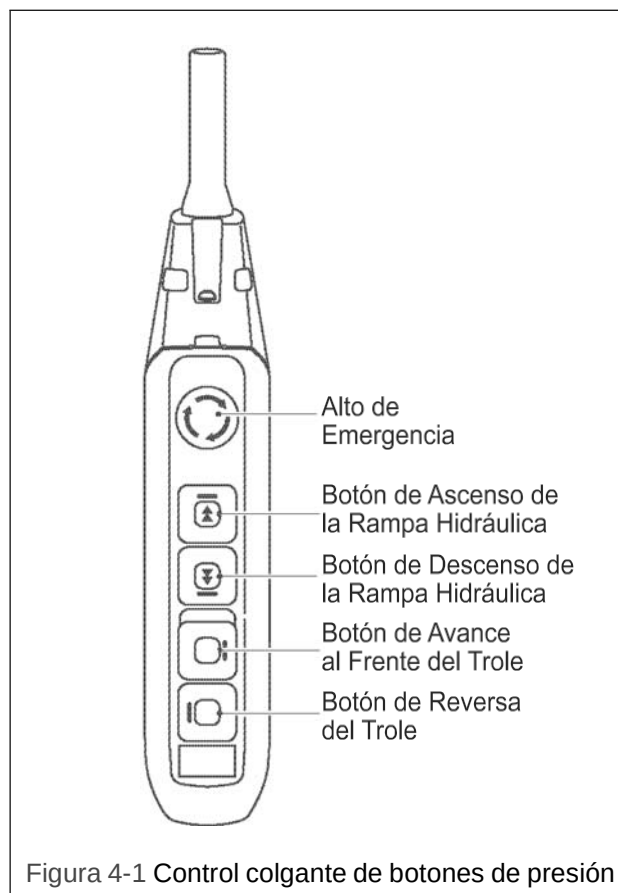

Figura 4-1 Control colgante de botones de presión
- 4.3.1 Botón de paro de emergencia – Oprima el botón de paro de emergencia para efectuar un paro de ese tipo y bloquear los controles de movimiento del polipasto/tecle de cadena o restablecer el VFD como se muestra en la Figura 4-1. Gire el botón de paro de emergencia a la derecha para desbloquear los controles y permitir la operación del polipasto/tecle de cadena. Aparecerá “Hbb” en la pantalla del VFD de la unidad de doble velocidad cuando se oprime el botón de paro de emergencia.
- 4.3.2 Control colgante de una sola velocidad – Cuando use el control colgante oprima el botón hacia arriba para levantar el gancho del polipasto/tecle de cadena o el botón hacia abajo para bajar el gancho del polipasto/tecle de cadena como se muestra en la Figura 4-1. Oprima los botones hacia delante y hacia atrás para mover el trole horizontalmente. Para detener el movimiento suelte los botones.
- 4.3.3 Control colgante de doble velocidad – Los controles colgantes proporcionados con doble velocidad tienen botones de control de dos pasos. Para la velocidad baja oprima el botón hasta el primer paso y para velocidad alta oprima totalmente el botón hasta el segundo paso. Use el botón hacia arriba para levantar el gancho del polipasto/tecle de cadena o el botón hacia abajo para bajar el gancho del polipasto/tecle de cadena como se muestra en la Figura 4-1. Oprima los botones hacia delante y hacia atrás para mover el trole horizontalmente. Para detener el movimiento suelte los botones.